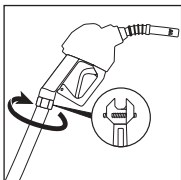

Figure 14
- If nozzle replacement, remove old nozzle with a wrench. Carefully drain fuel from hose & nozzle into approved container. (See Figure 14)
(ilustración 14)
- En caso de reemplazar la pistola surtidora, retire la pistola obsoleta con una llave de tuercas. Con cuidado vacíe de combustible la manguera y la pistola y viértalo en un envase aprobado. (Vea la ilustración 14)